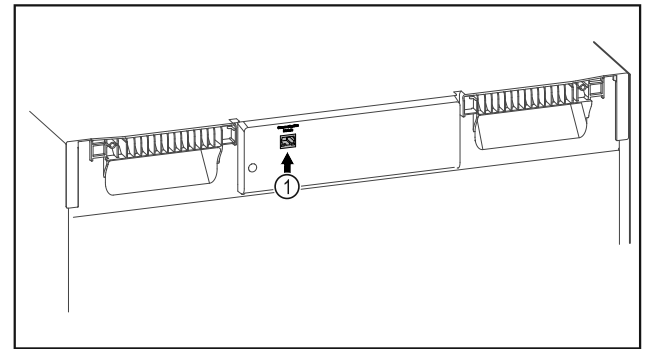

Fig. 94
- SmartModule Fig. 94 (1) 已使用。